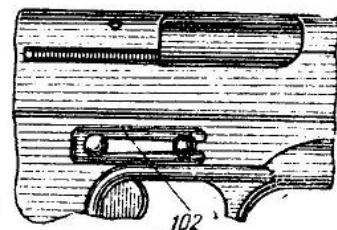
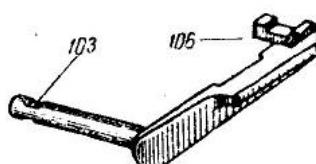

Рис. 33
Рис. 35
- Износ пружины (102 на рис. 33) и вырезов затворной задержки (103 на рис. 35).
- Ослабление пружины затворной задержки (102 на рис. 33).
3. Износ или излом зуба затворной задержки (106 на рис. 35).